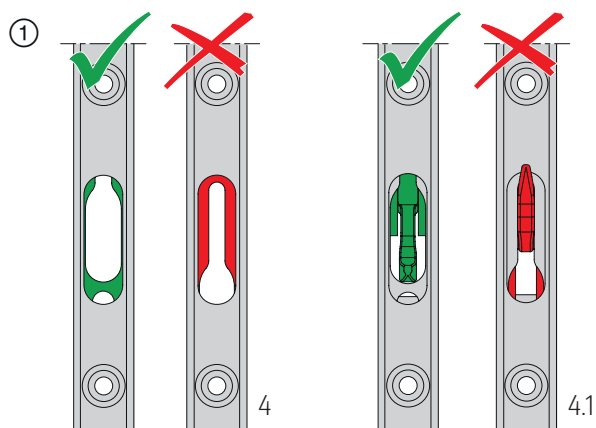

Abb. 20
① Getriebe für Bolzen 4 und Getriebe mit Haken 4.1 in Schiebstellung (angehobene Position) bringen; **Abb. 20**.